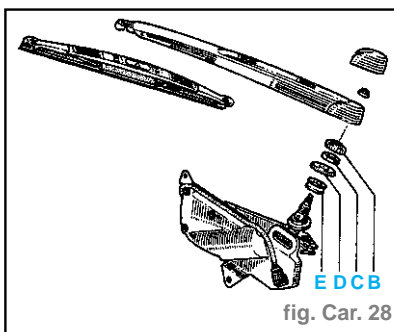

fig. Car. 28
- le cache-écrou (B) et l'écrou (C) (fig. Car. 28),
- la bague (D) et la bague d'étanchéité (E),